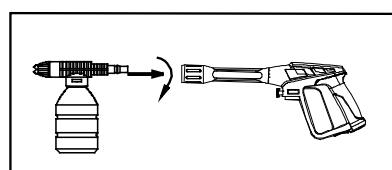

Рисунок 6 – Установка аппликатора на пистолет-распылитель
4. Прикрепите аппликатор моющего средства к пистолету-распылителю (см. рис. 6).